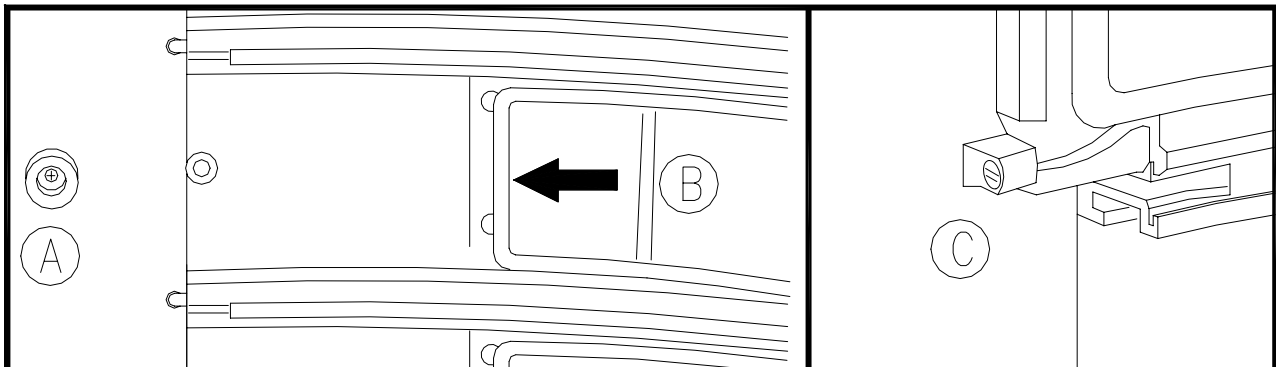

ABB. 19
3. Das Riemchen H herausziehen, ABB. 19;
4. Einen eventuellen Endanschlag A ABB. 19 entfernen.